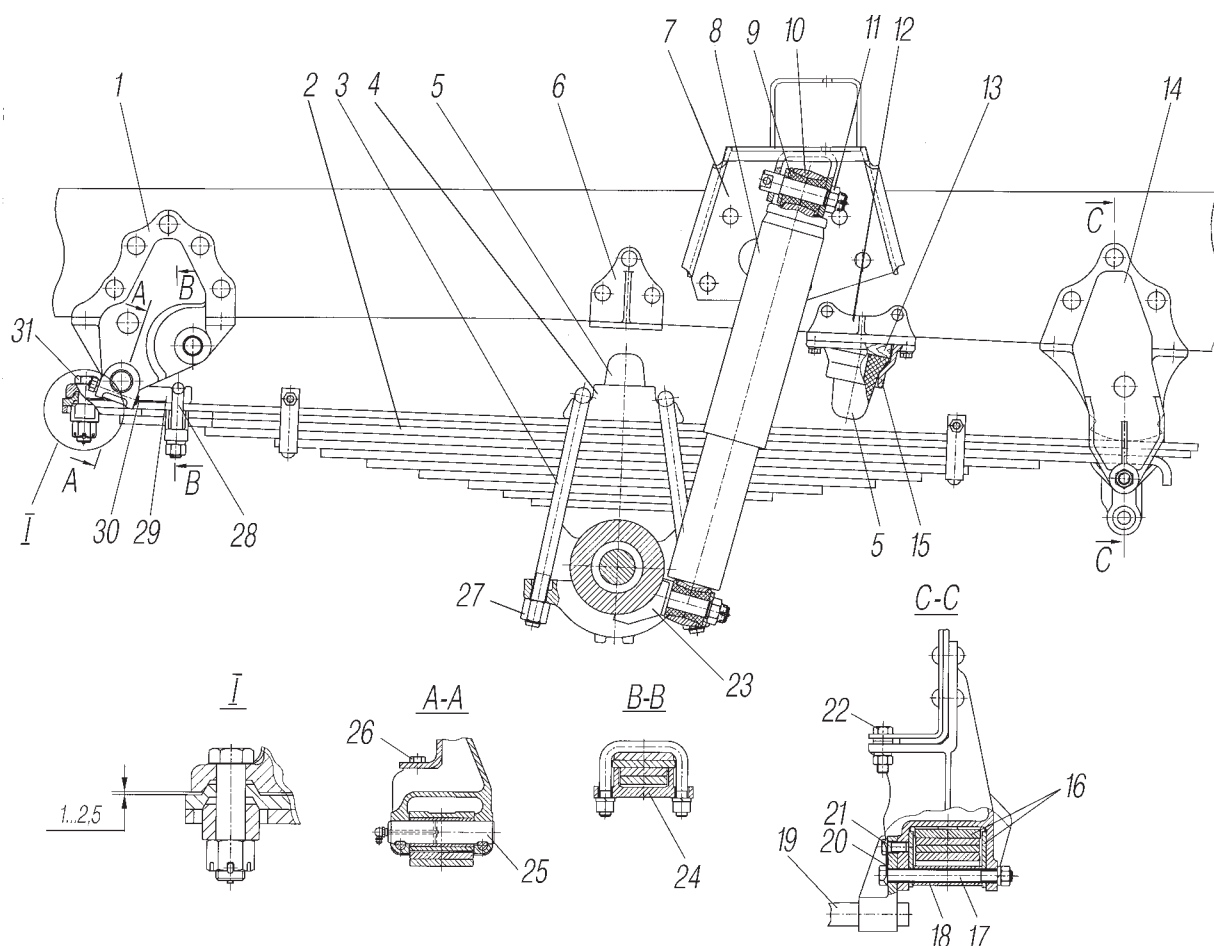

Рис. 40. Подвеска передняя:
**Передняя подвеска** (рис. 40) состоит из двух продольных полуэллиптических рессор, работающих совместно с гидравлическими амортизаторами телескопического типа двухстороннего действия. Верхние проушины амортизаторов через резиновые втулки прикреплены к кронштейнам 7, прикрепленным к лонжеронам рамы, нижние проушины – к кронштейнам 23, приваренным к картеру моста.
Гайки стремянки 28 (см.рис. 40) крепления накладного ушка передней рессоры затягивать на нагруженном автомобиле в следующем порядке: затянуть гайку на одной ветви стремянки ушка моментом 100-140 Н.м (10-14 кгс.м), затем гайку на второй ветви моментом 180-220 Н.м (18-22 кгс.м) и дотянуть этим же моментом первую гайку. Несоблюдение порядка затяжки гаек может привести к деформации накладки и стремянок ушка.